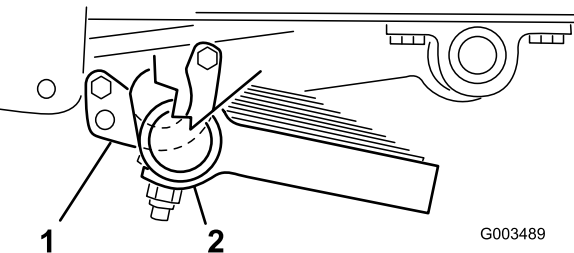

Рисунок 12
3. Закрепите переднюю часть каждой опоры на узле трубы болтом (5/16 x 1 дюйм) и контргайкой (5/16 дюйма) (Рисунок 12).